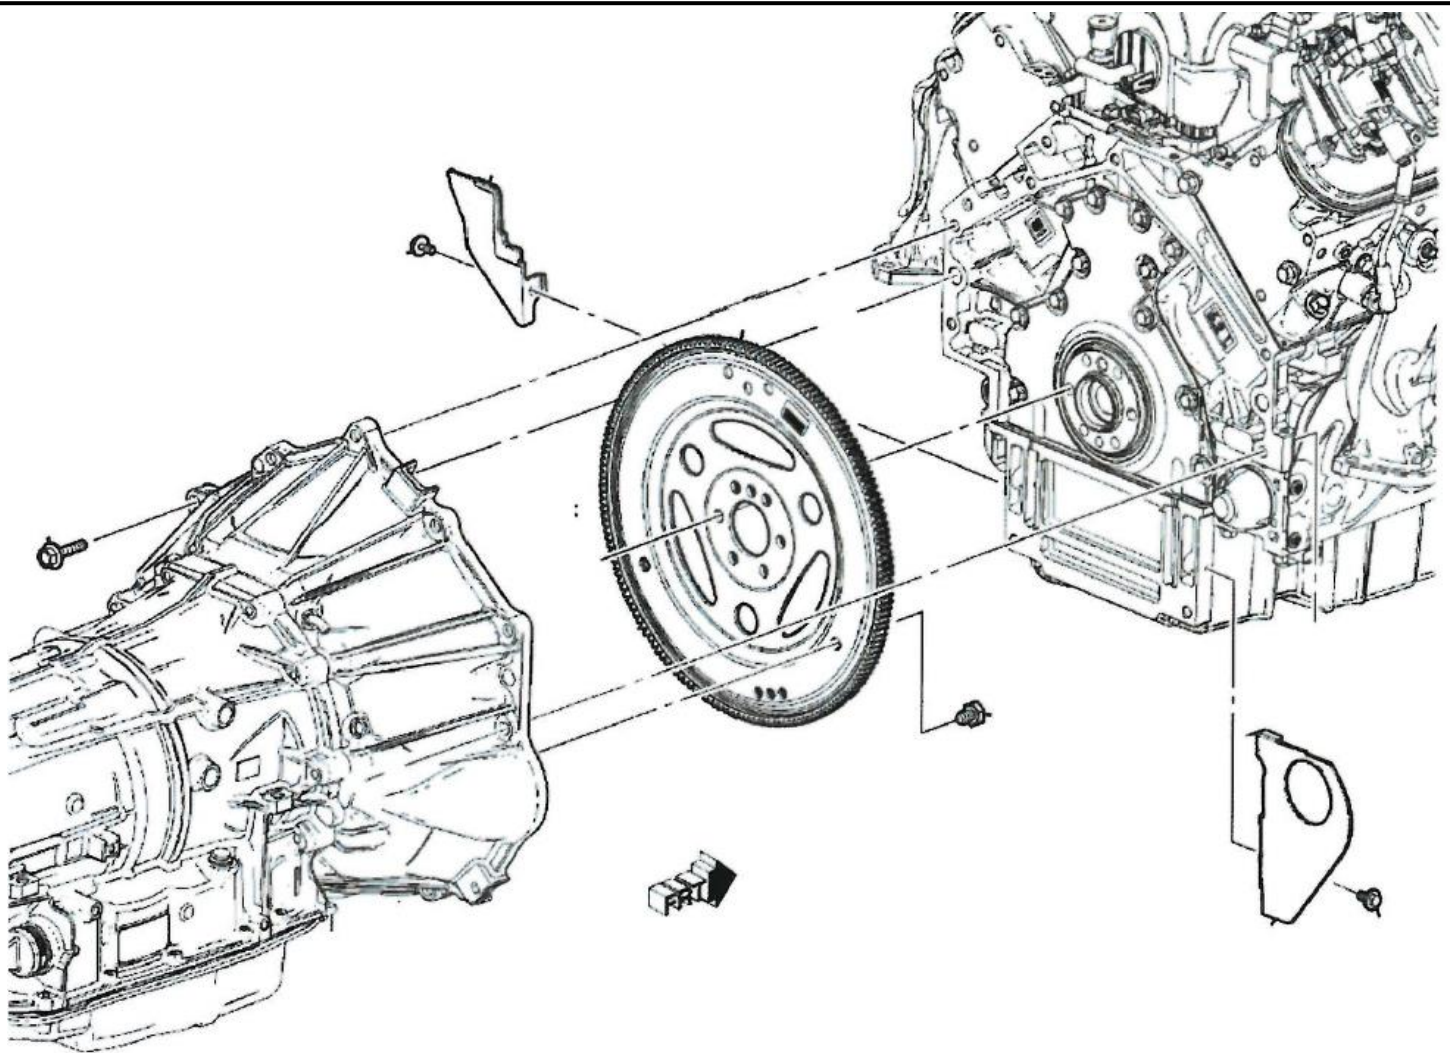

FIGURA 1
3. Instale la transmisión al motor usando 8 pernos 11515768 como se muestra en la Figura 1. Instale el soporte del juego de la transmisión bajo el perno superior central para facilitar sostener el tubo de ventilación (parte del juego de transmisión). Apriete a 58 Nm (43 Lbs-pie).